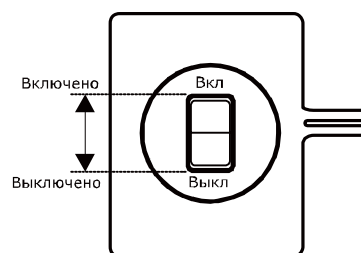

Рис. 13
- Установите кнопку запуска/ключ зажигания в положение «ВКЛ» (рис. 13).
- Поверните выключатель зажигания в положение «ВЫКЛ» (рис. 13).